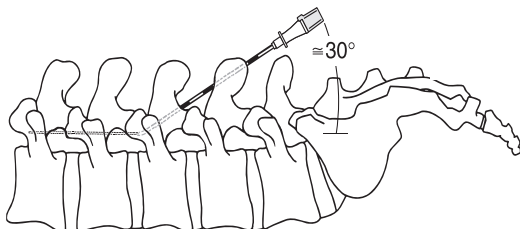
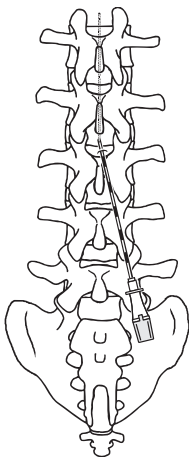

Figure 2. Vue latérale d'une insertion à faible profondeur paramédiane oblique.
Figure 3. Vue de dessus d'une insertion à faible profondeur paramédiane oblique.
2. Orienter le biseau de l'aiguille-guide de Tuohy 15 G en direction céphalique ou parallèlement aux fibres dures et insérer sous radioscopie. Insérer l'aiguille dans l'espace intrathécal de façon paramédiane oblique, à un angle aussi réduit que possible ($\approx 30^\circ$) (Figure 2 à la page 23). Le point d'entrée de l'aiguille dans la peau (ou l'aponévrose, si l'aiguille est insérée à travers une incision ouverte) doit être parallèle au pédicule vertébral, à environ un étage vertébral ou un étage vertébral et demi en dessous du niveau dural choisi pour la ponction et à 1 ou 2 cm latéralement à la ligne médiane, du côté où la poche de la pompe sera effectuée (Figure 2 et Figure 3 à la page 23).